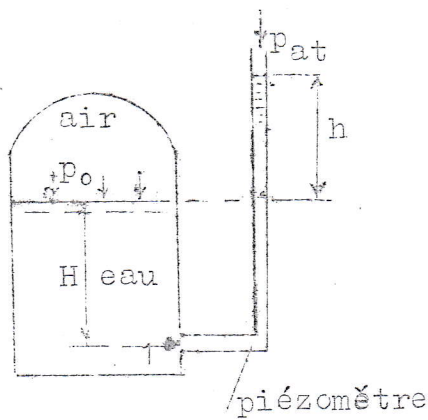

Fig. 2.
A l'aide des équations (7) et (8) on détermine la pression absolue en point 1 (fig.2). Soit H la profondeur du point 1.